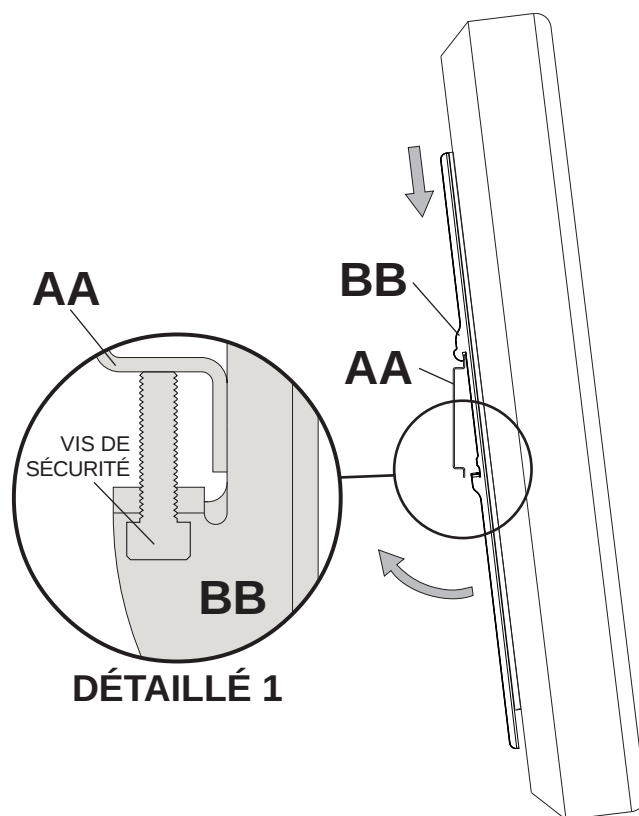

fig. 3.1
- 3** Accrochez les supports adaptateurs (**BB**) à la plaque murale (**AA**). Puis, faites pivoter lentement l'écran vers l'intérieur, comme illustré. Tournez les vis de sûreté/sécurité à l'aide d'une clé hexagonale (**EE**) au moins six fois dans le sens horaire pour éviter le retrait de l'écran comme illustré dans le dessin de détail 1 de la fig. 3.1. L'écran peut être réglé horizontalement selon le besoin comme illustré à la fig. 3.2.